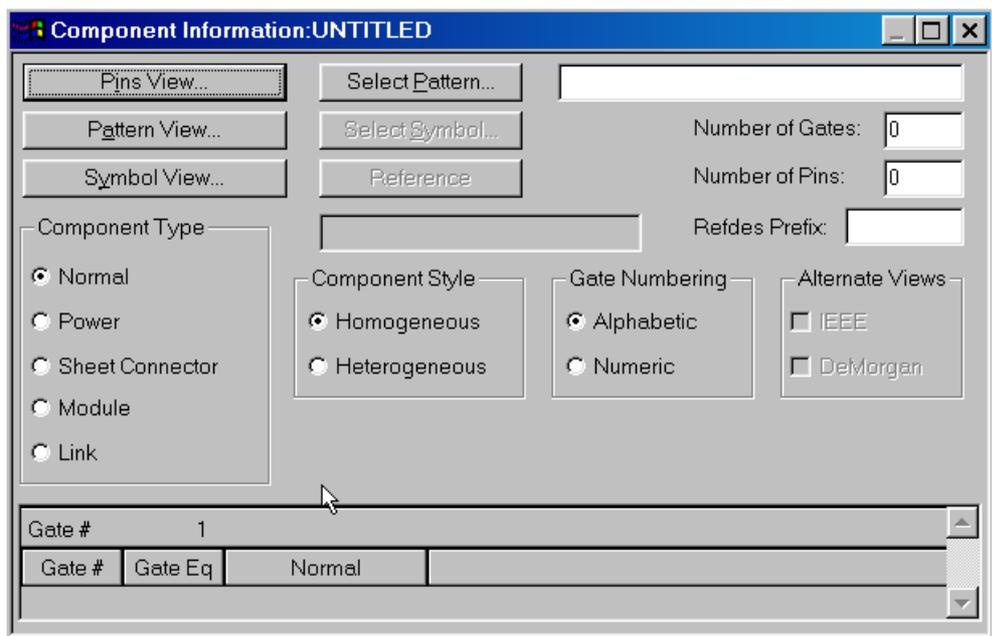

Рис. 8-24. Окно с информацией о компоненте
2) Появится главное окно с информацией о компоненте (рис. 8-24). Нажмите в этом окне кнопку **Select**
4) В группе *Component Type* (рис. 8-24) выберите тип компонента – *Normal* (информацию о типах компонентов см. табл. 5-1)
9) В окне *Refdes Prefix* (рис. 8-24) укажите префикс для позиционного обозначения компонента на схеме и плате. Для логических элементов это – **DD**.